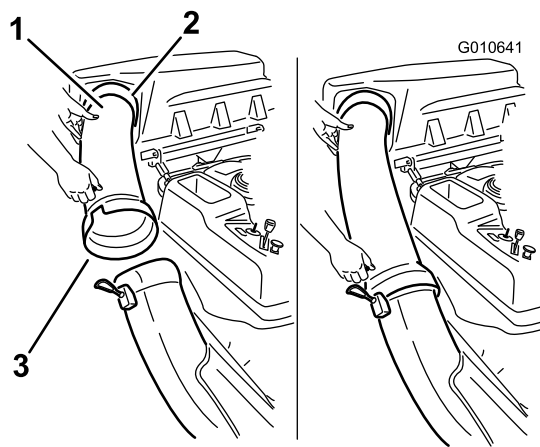

Figura 19
1. Inserite l'estremità curva del tubo di scarico nell'apertura prevista nel coperchio del sistema di raccolta (Figura 19).
2. Fate passare l'estremità svasata del tubo di scarico sopra l'estremità del camino di scarico. Portate il cinghiolo di gomma del camino sopra il grano del tubo di scarico per ancorarlo con sicurezza (Figura 19).